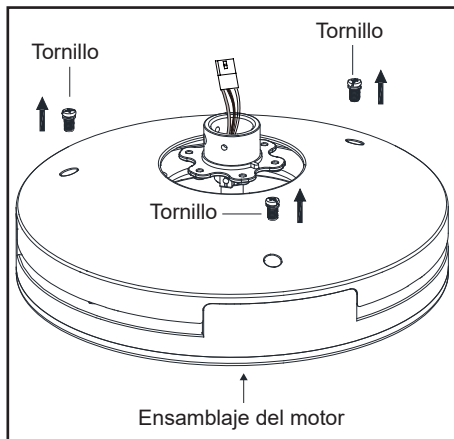

Figura 5
1. Quita los tres tornillos de la parte superior del ensamblaje del motor del ventilador, luego retira la carcasa superior (Figura 5)